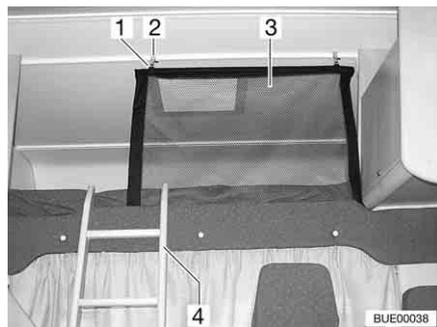
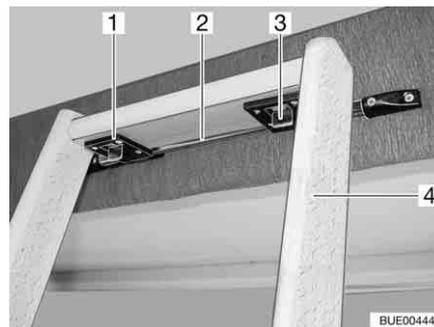

Fig. 99 Letto mansarda
Fig. 100 Scaletta di accesso, bloccaggio
**Scaletta di accesso** Per salire sul letto mansarda utilizzare la scaletta di accesso (Fig. 99,4 e Fig. 100,4) in dotazione ai modelli di serie.
- Agganciare la scaletta con i due ganci (Fig. 100,1) presenti sulla guida (Fig. 100,2) al pannello cieco del letto.
- Spingere i due bloccaggi (Fig. 100,3) in avanti.
**Rete protettiva** La rete protettiva (Fig. 99,3) è stivata sui modelli di serie tra il materasso e il telaio portamaterasso. Fissare la rete protettiva soltanto dopo che le persone si sono stese nel letto mansarda.
- Agganciare il supporto (Fig. 99,1) negli occhielli sul soffitto (Fig. 99,2).